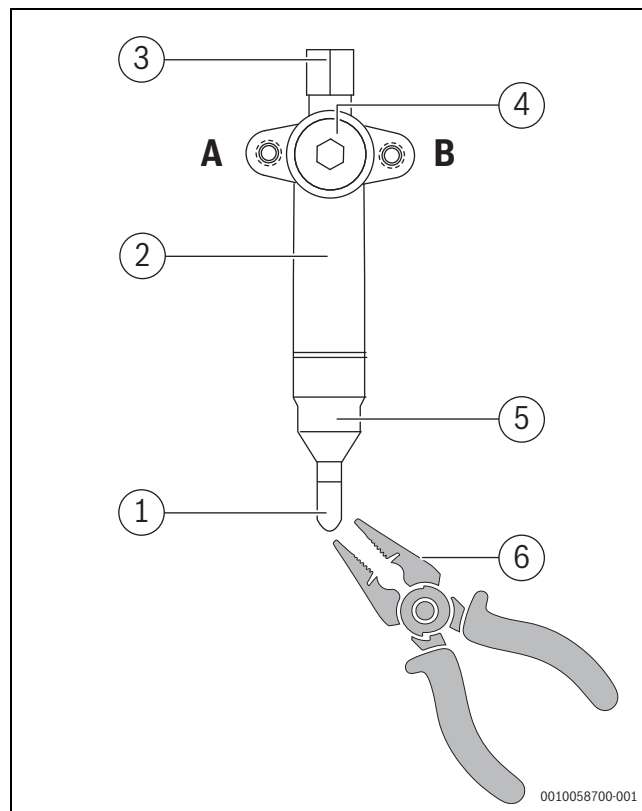

Fig. 20
- ▶ Consultați Fig. 20 pentru mai multe instrucțiuni.